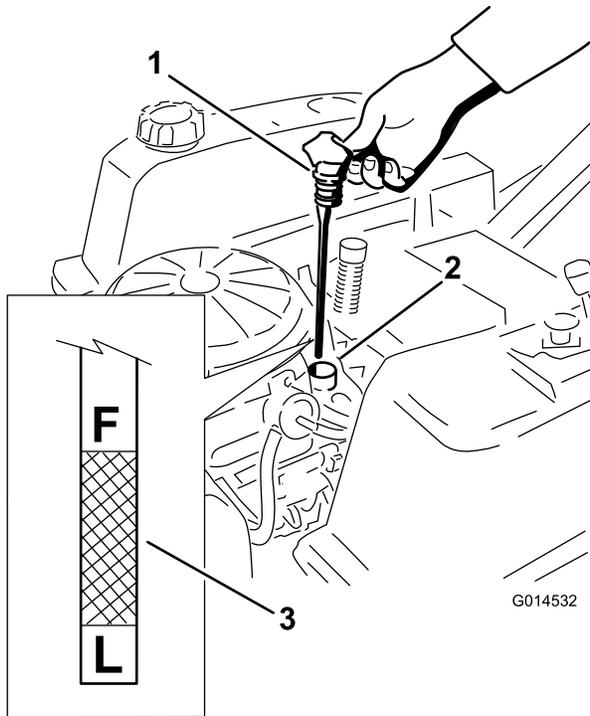

Bild 29
- Ziehen Sie den Fülldeckel bzw. den Peilstab heraus und wischen Sie das Öl ab. Setzen Sie den Peilstab wieder ein und drücken Sie ihn richtig rein (Bild 29).
- Nehmen Sie den Peilstab heraus und prüfen Sie den Ölstand (Bild 29).
7. Drehen Sie das Ablassventil um eine Vierteldrehung nach links, um es zu öffnen, damit das Öl ablaufen kann (Bild 31). Nehmen Sie den Öleinfüllstutzendeckel/Peilstab ab (Bild 29).
14. Gießen Sie ca. 80 % der angegebenen Ölmenge langsam in den Einfüllstutzen (Bild 29).
15. Stecken Sie den Ölfülldeckel und Peilstab wieder fest ein (Bild 29).
16. Prüfen Sie den Ölstand (Bild 29); siehe Prüfen des Ölstands“.
18. Stecken Sie den Ölfülldeckel und Peilstab wieder fest ein (Bild 29).